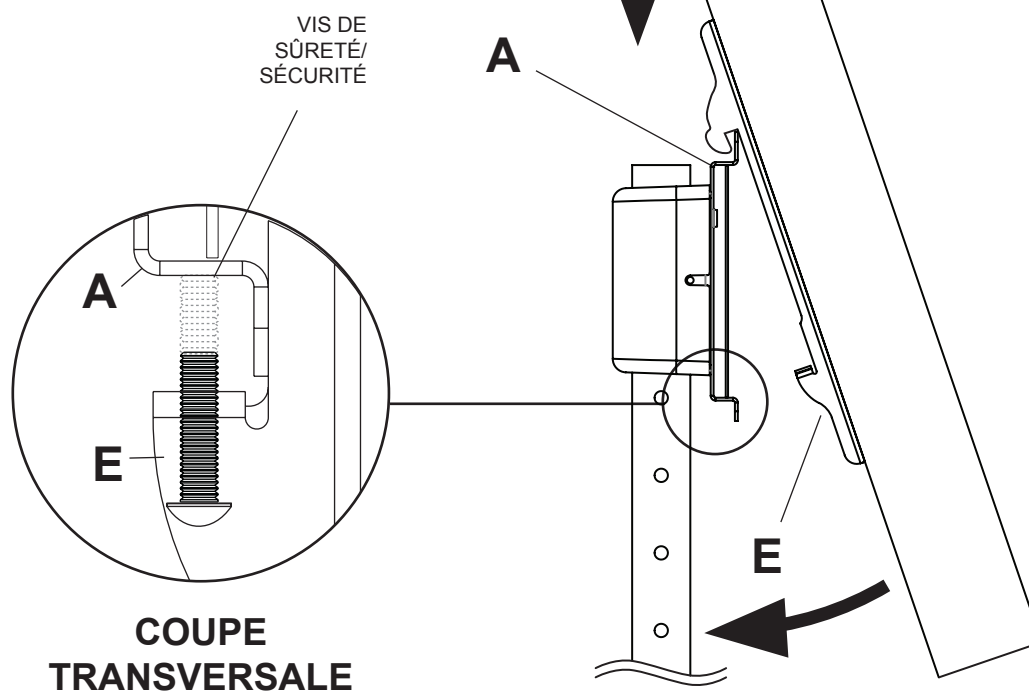

FIGURE 8.1
8 Accrochez les supports adaptateurs (E) à la plaque murale (A). Puis, faites pivoter lentement l'écran vers l'intérieur, comme illustré. Tournez les vis de sûreté/sécurité à l'aide d'une clé hexagonale (P) au moins six fois dans le sens horaire pour éviter le retrait de l'écran comme illustré dans la coupe transversale de la fig. 8.1. L'écran peut être réglé horizontalement selon le besoin comme illustré à la fig. 8.2.